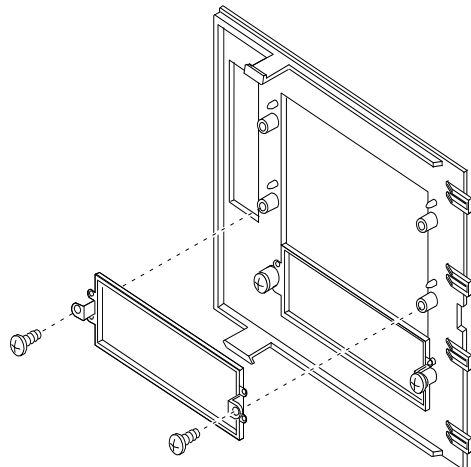

Abbildung 4-9. Füllplatten
6. Wenn Sie den Einbauplatz leer lassen möchten, installieren Sie eine Füllplatte auf der Einrast-Plastikabdeckung für den Peripherieeinbauplatz (Abbildung 4-9) und eine
4. Die Schrauben und die Füllplatte (Abbildung 4-9) entfernen und beiseite legen
Siehe Abb. 4-9, 4-10, 4-11 und 4-12.
Siehe Abb. 4-9, 4-10, 4-11, und 4-12.